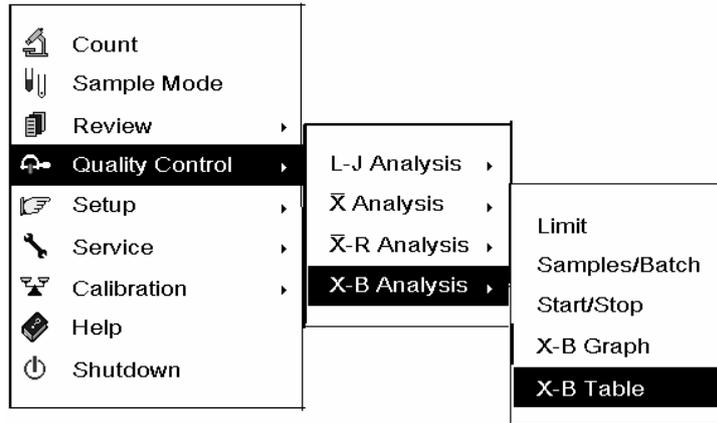

Abbildung 8-58 System-Menü
**WÄHLEN** Sie **“Qualitätskontrolle → X-B-Analyse → X-B-Tabelle→ Datei 1” AUS** (Abbildung 8-58), um die **“X-B-Tabelle”**-Anzeige aufzurufen (Abbildung 8-59). Jede Anzeige gibt 5 Ergebnisse wieder. Ein Parameterwert, der ausserhalb des erwarteten Bereichs liegt, wird mit **“H”** (höher als der obere Grenzwert) oder **“L”** (niedriger als der untere Grenzwert) gekennzeichnet.